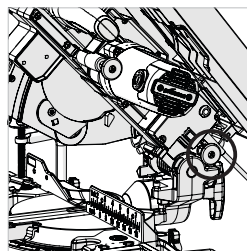

Abb. 17
- Senken Sie den Schneidkopf ganz ab. Drücken Sie den Schneidkopf-Rastbolzen in seine Halterung. (Abb. 17)